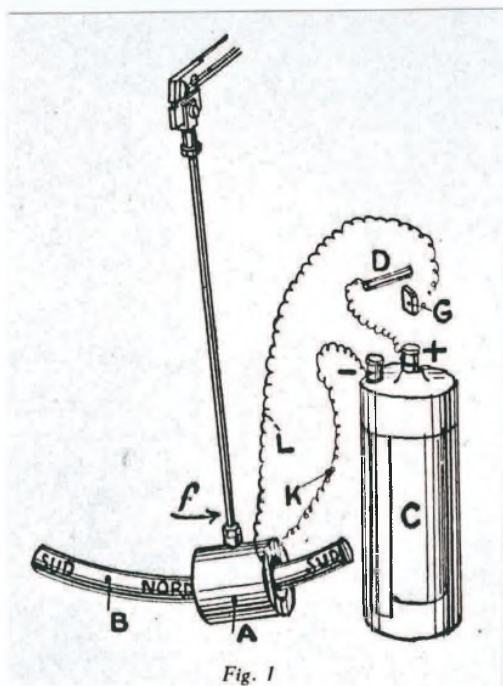

Fig. 1
3.- Het electromagnetische aandrijfsysteem van de Bulle-Clock, schematisch weergegeven in fig. 1, is gebaseerd op de werking van elektrische stromen over magneten .
Laten we met de draden K en L (fig.2) de uiteinden van de spoel A verbinden met de batterij C en met een schakelaar zoals die is aangegeven in fig.1.